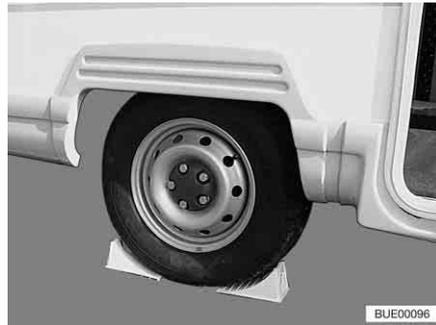

Bild 282 Fahrzeug sichern
- Unterlegkeile oder ähnliche geeignete Gegenstände am gegenüberliegenden Rad unterlegen, um das Fahrzeug zu sichern (Bild 282).